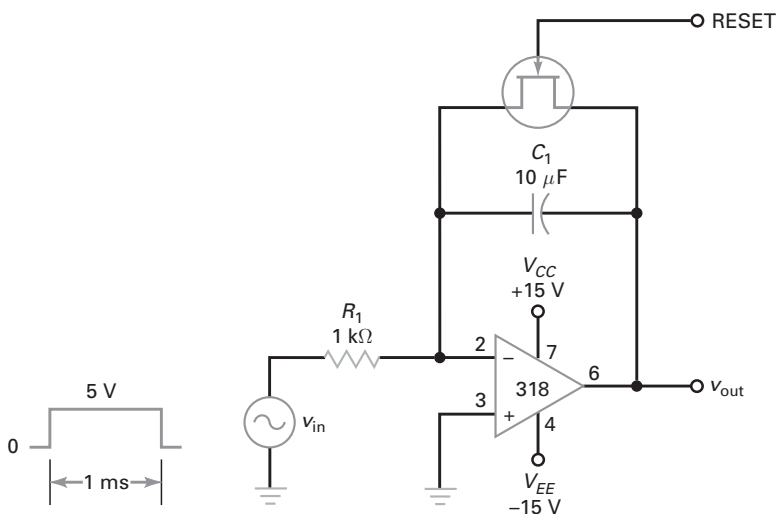

Figura 20-51
- 20-17** Qual a corrente de carga no capacitor da Figura 20-51 quando o pulso de entrada for nível alto?
- 20-18** Na Figura 20-51, a tensão de saída é resetada exatamente antes de o pulso começar. Qual a tensão de saída ao término do pulso?
- 20-19** A tensão de entrada é modificada de 5 V para 0,1 V na Figura 20-51. A capacitância na Figura 20-51 é substituída por cada um dos seguintes valores: 0,1 μF , 1 μF , 10 μF e 100 μF . O reset é ativado no início do pulso. Qual a tensão de saída no final do pulso para cada capacitor?
- 20-45** Queremos produzir tensões de saída na forma de rampa com o circuito da Figura 20-51 que varie de 0 V a 10 V com tempos de 0,1 ms, 1 ms e 10 ms. O que podemos modificar no circuito para realizar isso? (Várias respostas corretas são possíveis.)
- 20-51** As ondas de radar têm uma velocidade de 186.000 milhas/s (297.600 Km/s). Um transmissor na Terra envia uma onda de radar à Lua e o eco dessa onda retorna à Terra. Na Figura 20-51, o resistor de $1 \text{ k}\Omega$ é substituído por um de $1 \text{ M}\Omega$. O pulso retangular de entrada começa no instante em que a onda do radar é enviada para a Lua e o pulso termina no instante em que a onda do radar retorna à Terra. Se a rampa de saída diminuiu de 0 V a $-1,23 \text{ V}$, qual a distância da Terra à Lua?